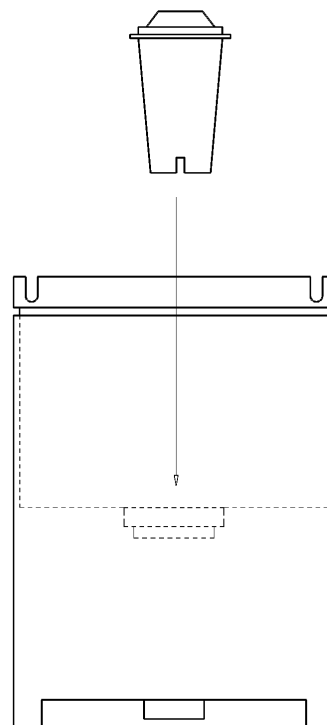

Fig. 6
- Rimuovere la confezione e immergerlo in acqua fredda per mezz'ora; successivamente, inserirla saldamente nell'apposito foro del serbatoio (fig. 6)